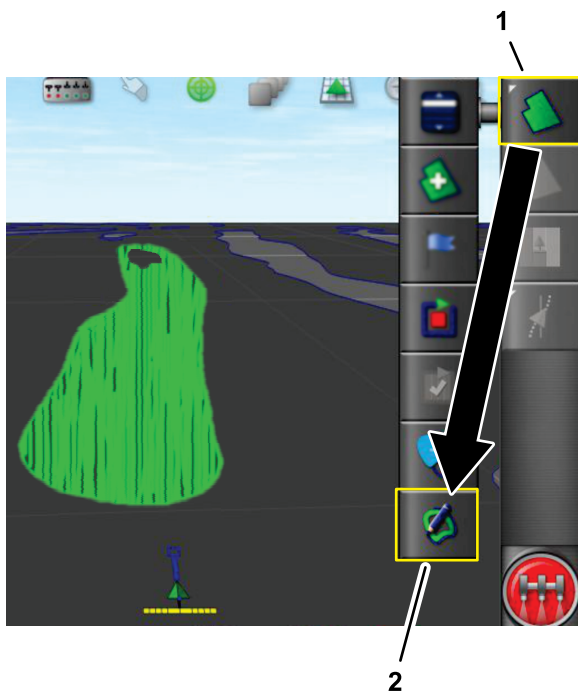

Figure 51
2. Appuyez sur l'icône Champ et sur l'icône Créer une limite à partir d'une couverture (Figure 51).